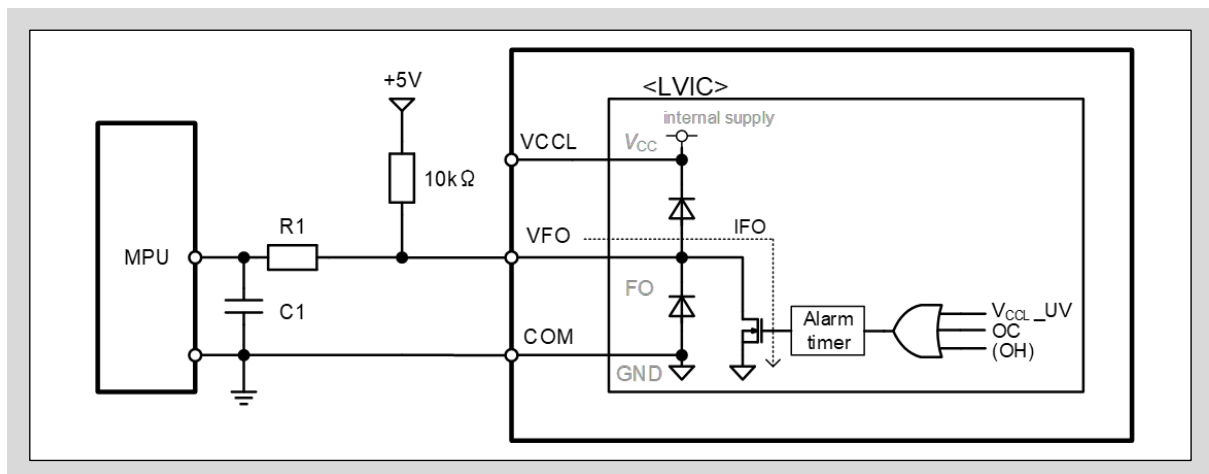
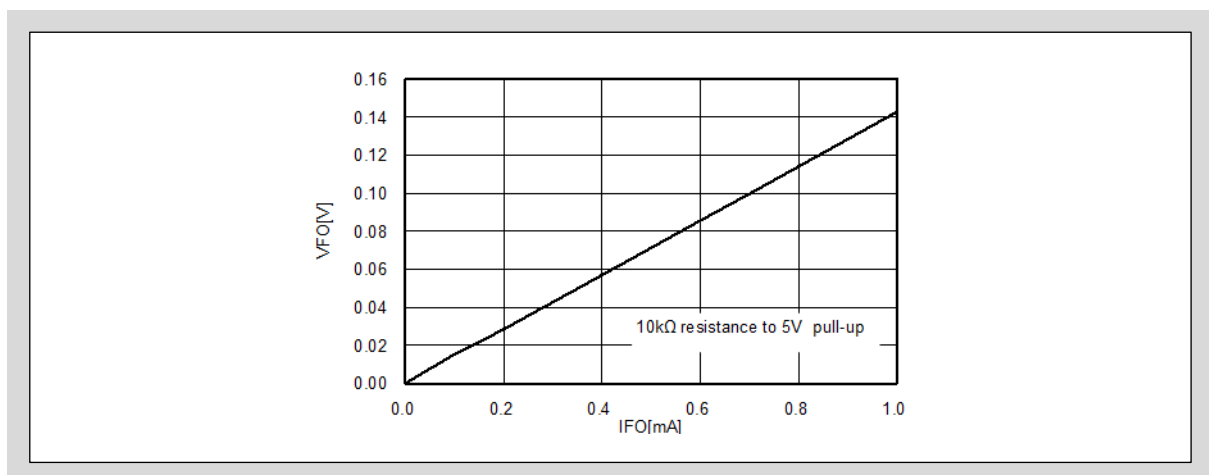

図3-21 VFO端子とMPU I/Oの推奨接続回路
図3-22 アラーム出力状態のVFO端子のVI特性
- 図3-21に示すようにアラーム出力VFO端子はMPUと直接接続することが可能です。VFO端子はオープンドレイン出力となりますので、5Vもしくは3.3Vのロジック制御用の直流電源に10kΩの外付け抵抗でプルアップしてください。また、MPUラインにバイパスコンデンサC1と5kΩ以上の突入電流制限抵抗R1を接続することを推奨します。これらの信号ラインは、可能な限り最短距離で配線してください。
- 図3-21に示すように V_{CC} -VFOとVFO-COM端子間に電氣的にダイオードが接続されています。このダイオードは、本製品をサージ入力から保護する目的であるため、電圧クランプダイオードとして使用しないでください。本製品が破壊する恐れがあります。
- 図3-22にアラーム出力時のVFO端子の電圧-電流特性を示します。 I_{FO} は図3-21に示すVFO端子のシンク電流となります。